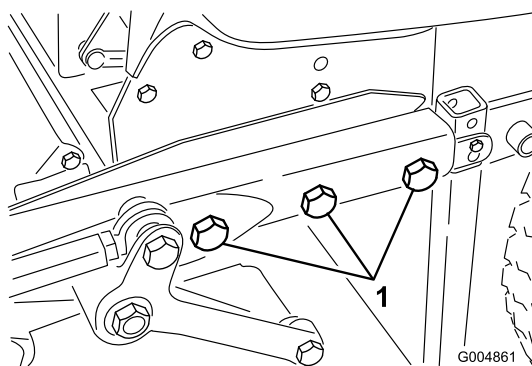

Figura 88
31. Coloque en su posición la carcasa y el bastidor de verano, e instale los cinco pernos de 3/4 pulgada, las arandelas y las tuercas que conectan el bastidor de la carcasa al bastidor trasero (Figura 88). Retire los pasadores de los cilindros de elevación y las ruedas motrices traseras (si es necesario) para tener acceso a los pernos del lado derecho. Apriete los pernos a 265 pies-libra.